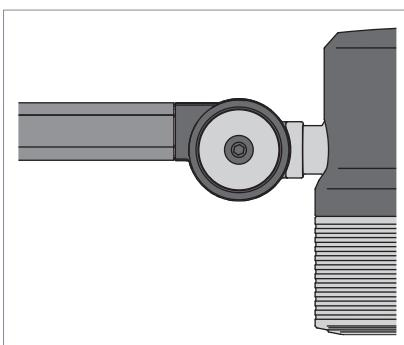

Fig. 4: Gelenk und Gelenkschraube.
- ▶ Bei einer Leuchte mit Gelenken: Ziehen Sie jede Gelenkschraube an, bis die Leuchte in der gewünschten Einstellung verharrt, siehe Fig. 4.